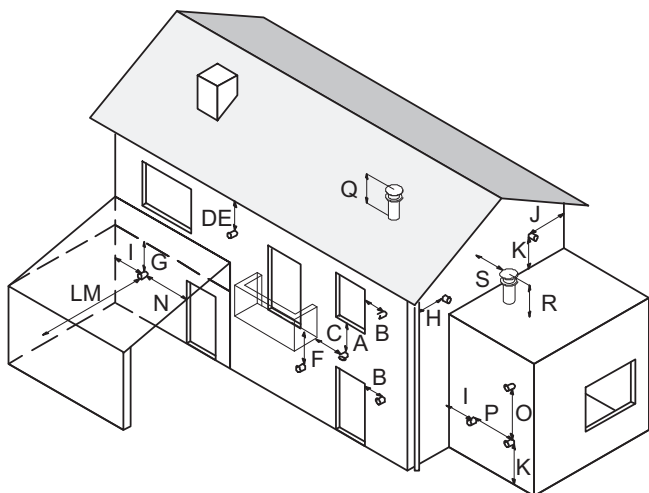

Figura 9.19
- rispettare le distanze minime di Figura 9.19 ed eventuali norme nazionali e locali vigenti.